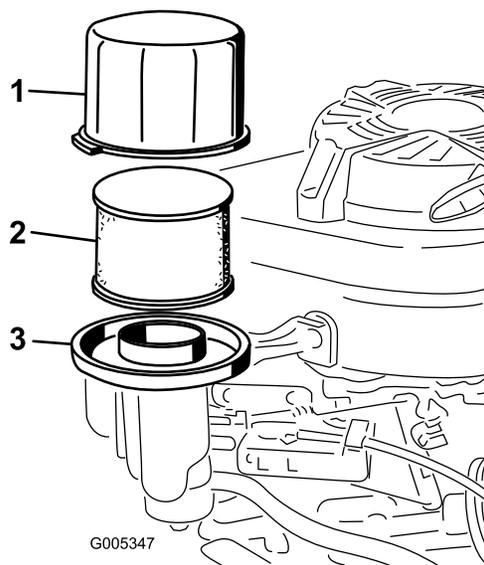

Figure 23
3. Enlevez le couvercle et nettoyez-le soigneusement (Figure 23).
4. Enlevez et examinez l'élément filtrant en papier (Figure 23) et mettez-le au rebut s'il est excessivement encrassé.
5. Enlevez le préfiltre en mousse et nettoyez-le à l'eau avec un détergent doux. Séchez-le ensuite en le serrant légèrement dans un chiffon (Figure 23).